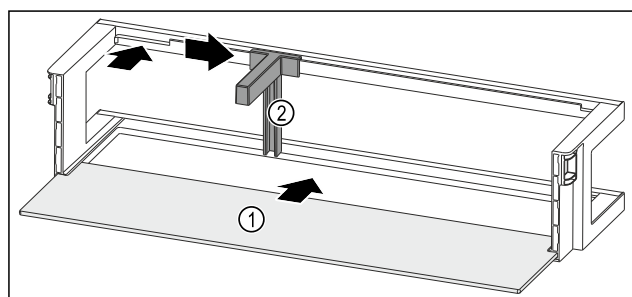

Fig. 206 Polica u vratima s policom za odlaganje
- Umetnite policu Fig. 206 (1) u bočna udubljenja.
- Držać za boce Fig. 206 (2) umetnite u otvor.
- Držać za boce Fig. 206 (2) pogurnite u željeni položaj na stranu.